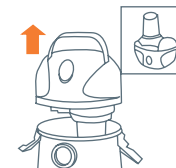

Fig. 15
Desmonte la cubierta motor (3) tirando hacia afuera los ganchos de cierre (7). Apoye la cubierta motor (3) con el portafiltro (21) mirando hacia arriba. (Fig. 15).